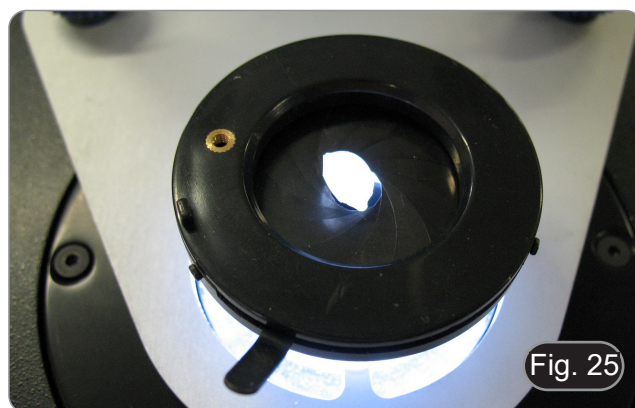

Fig. 25
- Se quiser é possível colocar a sua gema directamente sobre o diafragma, após fechá-lo a um diâmetro adequado. (Fig. 25)